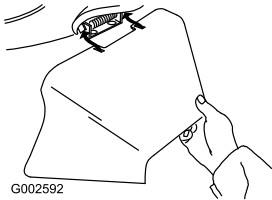

Figure 31
- Montez l'éjecteur latéral et rabattez le volet sur l'éjecteur (Figure 31).